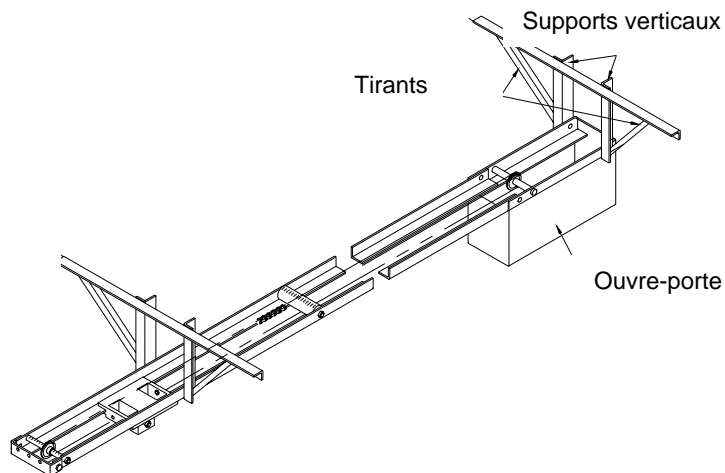

Figure 11 Emplacement et installation des écharpes et des supports en cintre
9. On peut alors fixer les supports de suspension du plafond à l'ouvre-porte. (Figure 11). Il y a deux trous ou plus dans le châssis de l'ouvre-porte prévus à cette fin. Veiller à ce que l'ouvre-porte reste centré au-dessus de la porte pendant la pose des supports de suspension. Après avoir fixé les descentes verticales, installer les entretoises latérales.
10. À environ 1,5 m (5 pi) de l'extrémité avant des rails, placer l'ensemble de trous de 3/8 po pour les entretoises en métal pour fixer les rails. On devrait installer à ce moment-ci deux descentes verticales pour renforcer davantage (Figure 11)